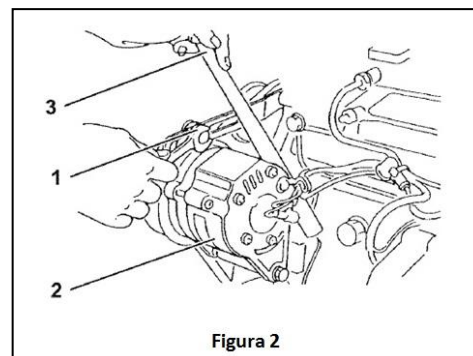

Figura 2
2. Si es necesario regule la tensión de la correa. Afloje el tornillo de regulación/fijación del alternador ([1] figura 2) y, a través de una palanca ([3] figura 2) mueva el alternador ([2] figura 2) hasta obtener la tensión deseada.